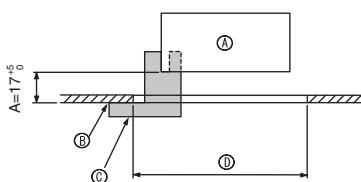

Fig. 9-2
① Γρίλιες	1	950 x 950 (χιλ)
② Βίδα με ενσωματωμένη ροδέλα	4	M5 x 0.8 x 25
③ Μετρητής	1	(Χωρίζεται σε τέσσερα μέρη)
④ Συνδετήρας	3
⑤ Βίδα	4	4 x 8
⑥ Βίδα	1	4 x 12
⑦ Ασύρματο τηλεχειριστήριο	1	για PLP-6BALM
⑧ Ενσύρματο τηλεχειριστήριο	1	για PLP-6BAMD
9.2. Προετοιμασία στις γρίλιες για την τοποθέτησή τους (Fig. 9-2)
- Χρησιμοποιώντας το μετρητή ③ που παρέχεται μαζί με τη μονάδα, ρυθμίστε και ελέγχετε τη θέση της μονάδας σε σχέση με το ταβάνι. Εάν δεν έχει τοποθετηθεί σωστά, είναι πιθανό να προκληθεί διαφυγή αέρα ή συγκέντρωση υδρατμών.